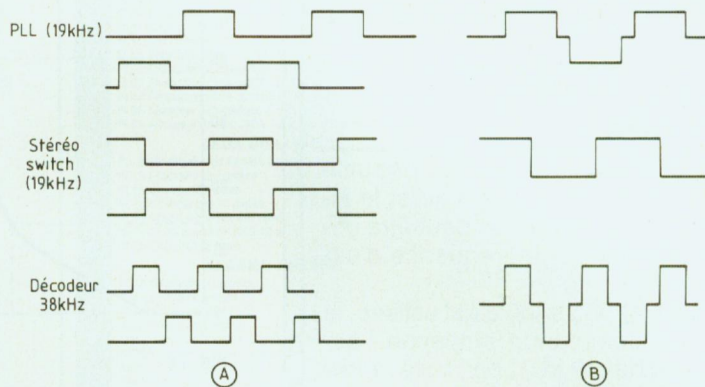

Fig. 7
On les trouve représentés respectivement en (A) figure 7 pour les signaux de commande du modulateur et en (B) pour les fonctions modulées. L'utilisation de tels signaux dans la boucle de verrouillage de phase et les circuits de décodage permettent des niveaux en forme qui ne contiennent pas de troisième harmonique ou des multiples de 2 ou 3. Ceci élimine l'interférence de translation de fréquence pour les bandes situées à l'intérieur des fréquences basses. Il faut savoir que chaque translation peut produire des composantes audibles dans le circuit